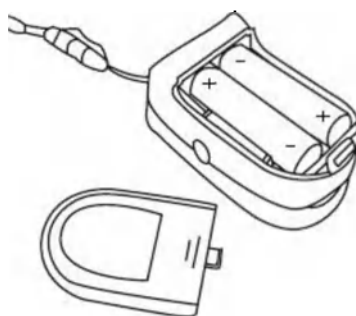

Рис. 3. Установка батарей
2. Вставьте две батареи типа ААА, расположив их в правильном направлении (Рис.3).